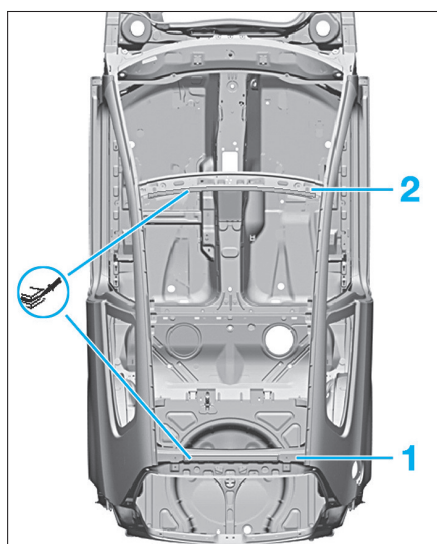

FIG. 121
- Appliquer la colle de montage monocomposant à l'aide du pistolet à air comprimé sur la traverse avant de pavillon (1) ainsi que sur la traverse arrière de pavillon (2) au niveau du collage effectué en production (Fig.121).